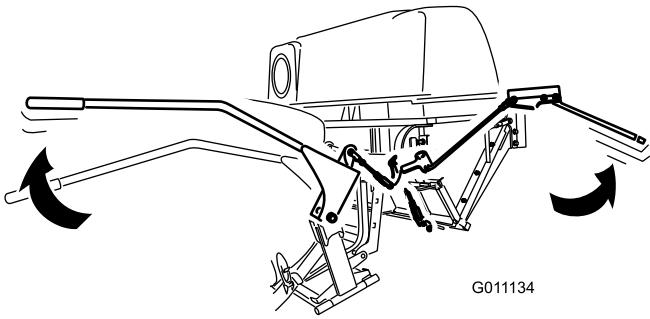

Figura 33
3. Spingete la stegola verso il basso per chiudere la porta (Figura 33).